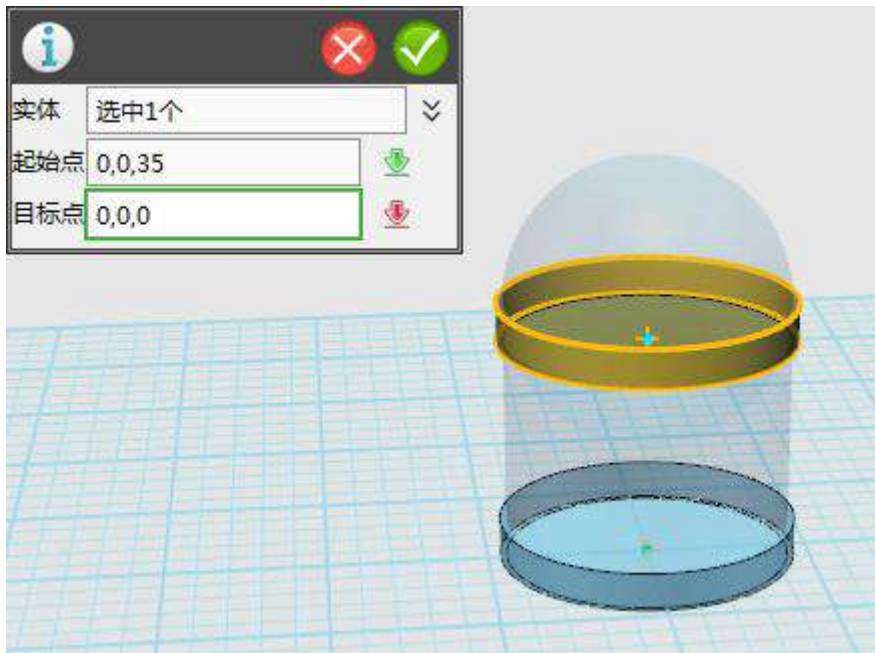

图 1-4
Step 4 对实体进行复制操作，点击中间的圆柱体，按住 Ctrl+C 键，左上角弹出复制提示框，起始点为 (0, 0, 35)，目标点为 (0, 0, 0)，如下图 1-4 所示：